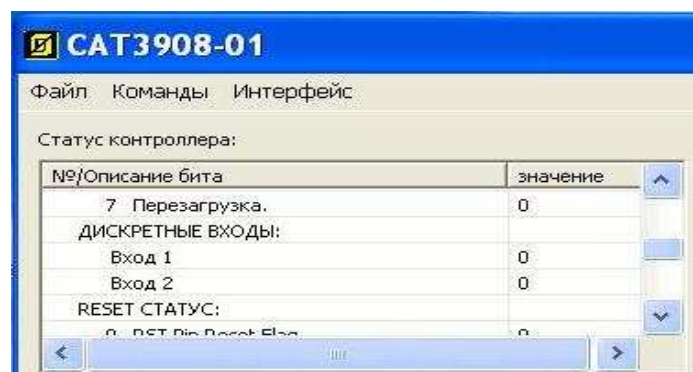

Рисунок 16
- 4) Кратковременно замкнуть накоротко выводы X1.1 и X1.2 первого канала дискретных входов. Проверить отображение состояния канала ID1 в таблице **Статус контроллера** в строке **Вход 1** (рисунок 16). Значение канала должно поменяться на **1**.